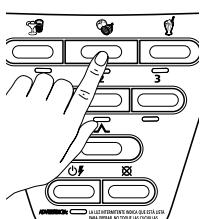

Fig. 20
- Pressione o botão de um dos três programas inteligentes que for adequado para sua receita (Fig. 20).